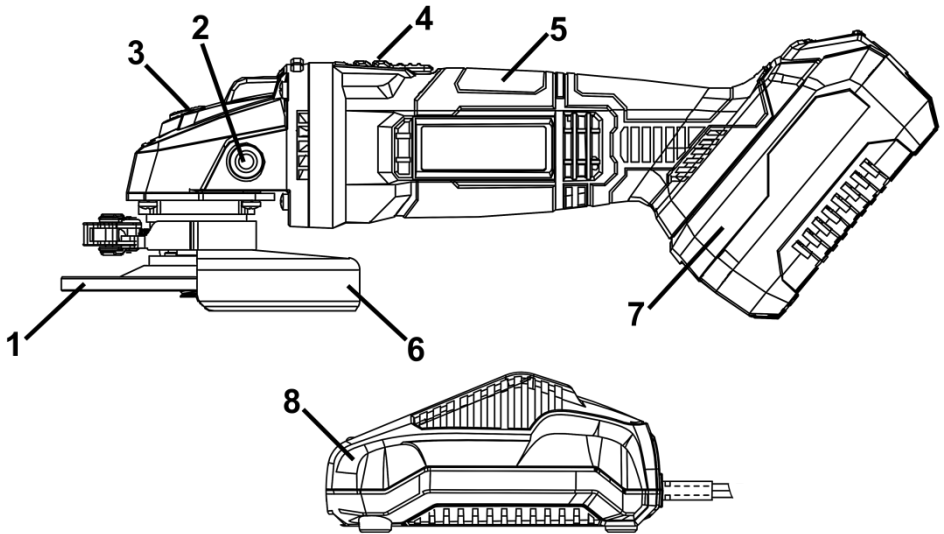

Рисунок 1
2.2.1 Конструкція виробу складається з конічного одноступеневого редуктора в металевому корпусі, на шпиндель якого встановлюється абразивний диск, пластикового корпусу (5) з колекторним двигуном постійного струму, перемикачем (4) згідно з рис.1. На металевому корпусі редуктора виконані різні монтажні отвори для встановлення передньої рукоятки (2) та захисний кожух з системою швидкої фіксації (6) та можливістю фіксованого позиціонування по колу. Для фіксації шпинделя під час зміни дисків в корпусі редуктора передбачений кнопковий фіксатор (3). Корпус виконує функцію основної рукоятки і має контактне гніздо до якого приєднується швидкозмінна акумуляторна батарея (7) з фіксацією. Зарядний пристрій (8) дозволяє заряджати акумуляторну батарею від побутової мережі змінного струму 220 В, 50 Гц.